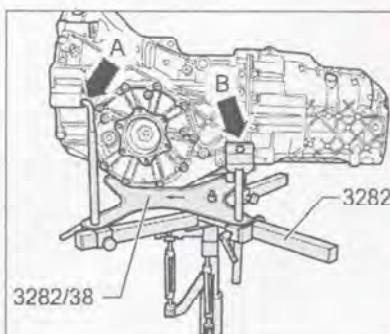

Рис. 7.342. Закрепите вертикальные элементы (стрелки А и В) на левой стороне коробки передач.
25. Закрепите вертикальные элементы (стрелки А и В) на левой стороне коробки передач (рис. 7.342).